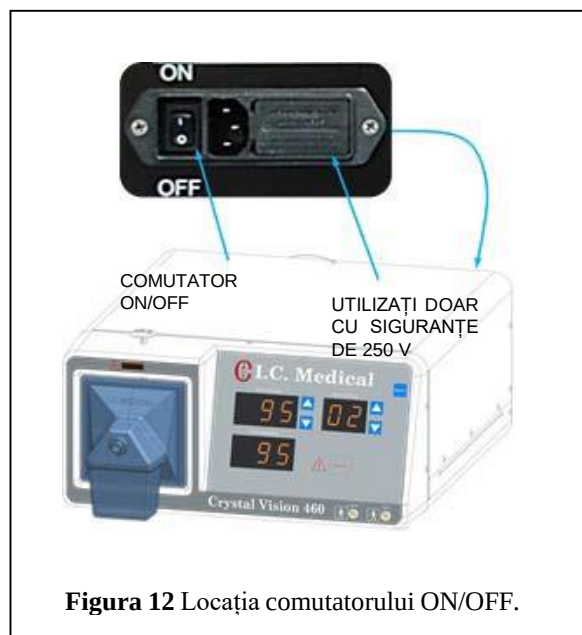

Figura 12 Locația comutatorului ON/OFF.
1. Comutatorul ON/OFF se află pe panoul din spate (Figura 12), lângă cablul de alimentare. Acest comutator controlează alimentarea unității CRYSTAL VISION®. Sunt utilizate simboluri internaționale. Simbolul [I] indică alimentarea „Pornită”, iar [O] indică alimentarea „Oprită”. Acest comutator controlează și ventilatorul de răcire.